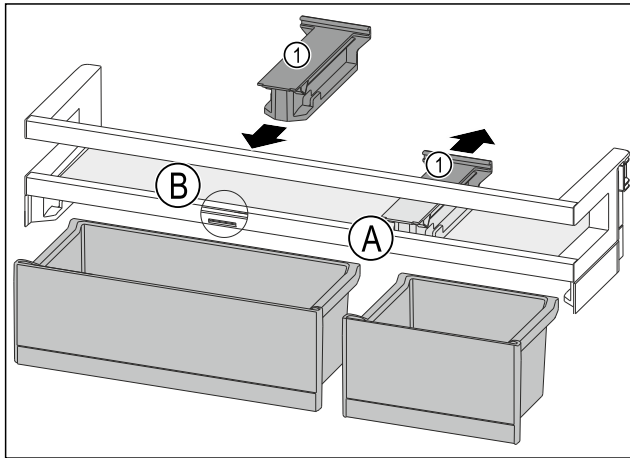

Fig. 156
- ▶ Halteteil Fig. 156 (1) in Position Fig. 156 (A) nach hinten abziehen.
- ▶ Halteteil Fig. 156 (1) in Position Fig. 156 (B) einsetzen.